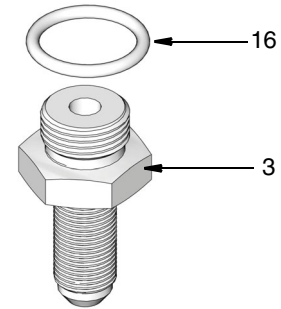

ABB. 3
3. Installieren Sie den O-Ring (16) am Kopfanschlussstutzen (3), wie in ABB. 3 gezeigt.